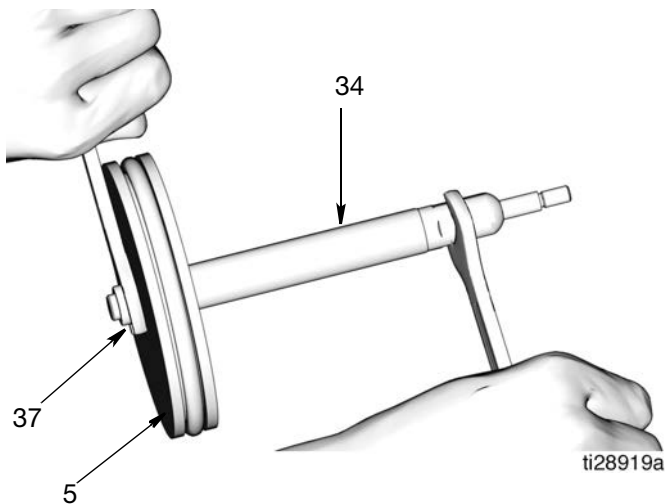

ABB. 23
- b. Kolbenstange (34) und Kolben (5) voneinander trennen, indem zwei Schraubenschlüssel in entgegengesetzte Richtungen gedreht werden. Einen Schraubenschlüssel an den Schlüsselflächen der Kolbenstange ansetzen und mit dem zweiten Schlüssel die Mutter (37) lösen (ABB. 23).